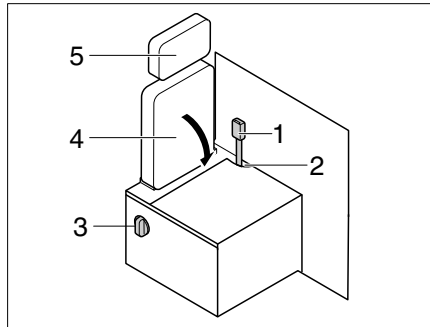

Fig. 218 Transformation Mode conduite - Mode habitation
- Démontez l'appuie-tête (Fig. 218, 5) (voir chapitre 5.7).
- Insérer l'ancrage de ceinture (Fig. 218, 1) dans l'orifice (Fig. 218, 2).
- Actionner le levier rotatif (Fig. 218, 3) et replier le dossier (Fig. 218, 4).
▷ Pour la transformation du mode habitation en mode conduite, procéder dans l'ordre inverse. Veiller à ce que l'ancrage de ceinture soit bien passé à travers l'orifice (Fig. 218, 2).